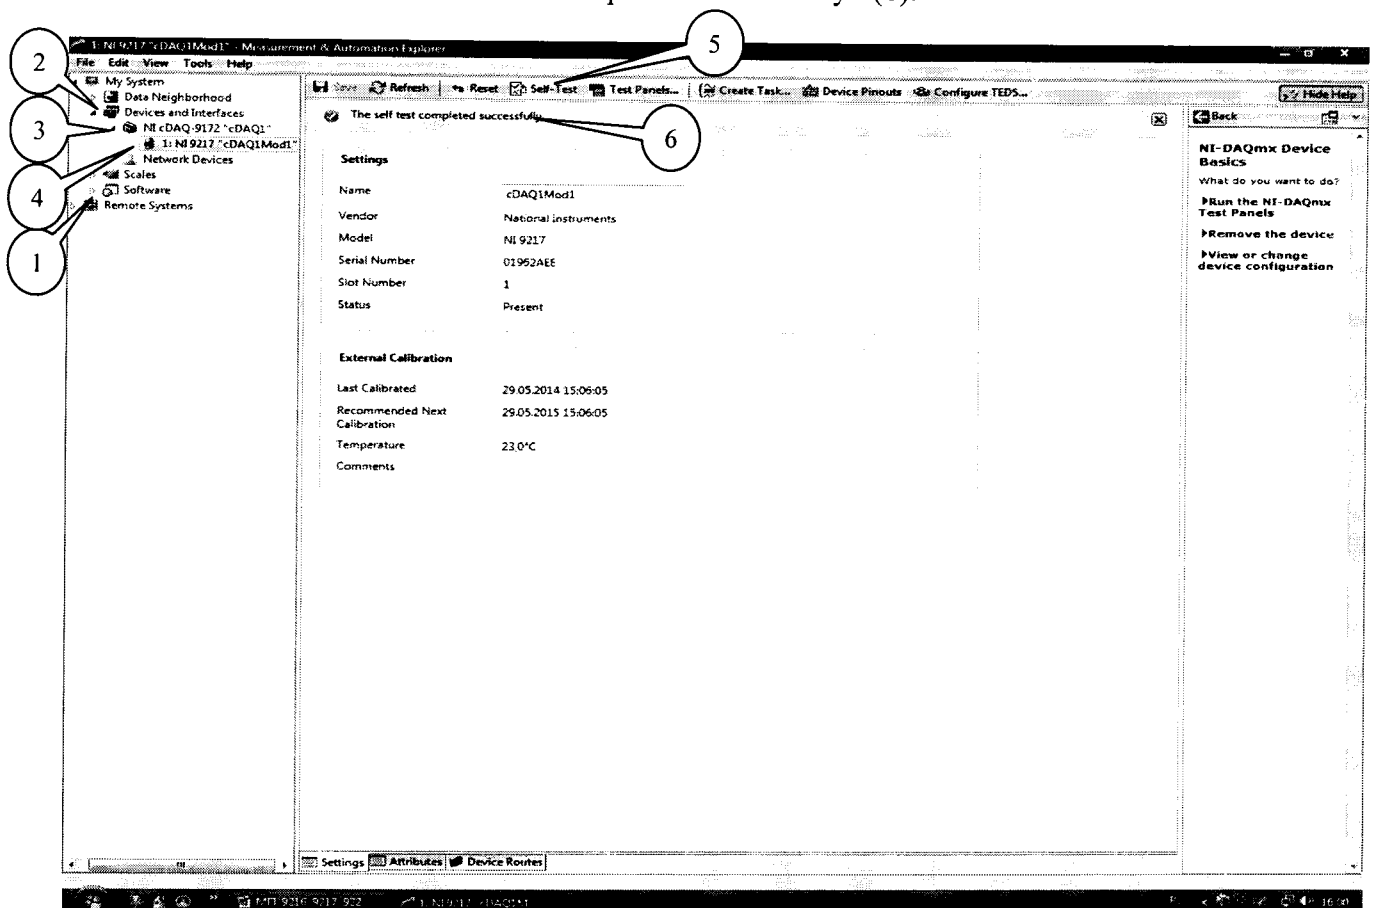

Рисунок 1.
7.2.3 В окне программы (рисунок 1) в меню «Software» (1) выбрать «NI-DAQmx». Убедиться в том, что в правом поле окна в соответствующих столбцах отображаются наименование ПО (драйвера) «NI-DAQmx Device Driver» и номер его версии.